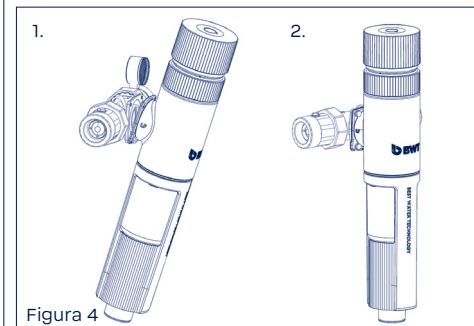

Figura 4
7. Asegúrese de que el sello esté correctamente colocado. Las cuatro nervaduras deben insertarse en la cabeza del filtro y el sello debe estar completamente insertado en las dos ranuras, ver Figura 4. Apriete los tornillos uniformemente en cruz.